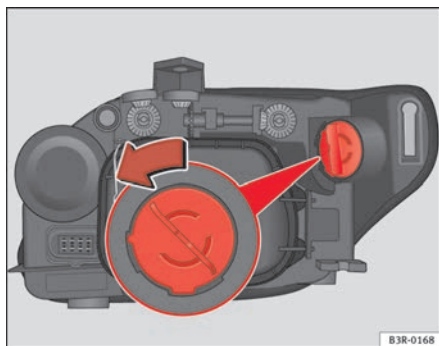

Abb. 190 Glühlampe für Blinker
- Drehen Sie den Lampenhalter gegen den Uhrzeigersinn und ziehen Sie ihn ⇒ Abb. 190 mit der Glühlampe heraus.